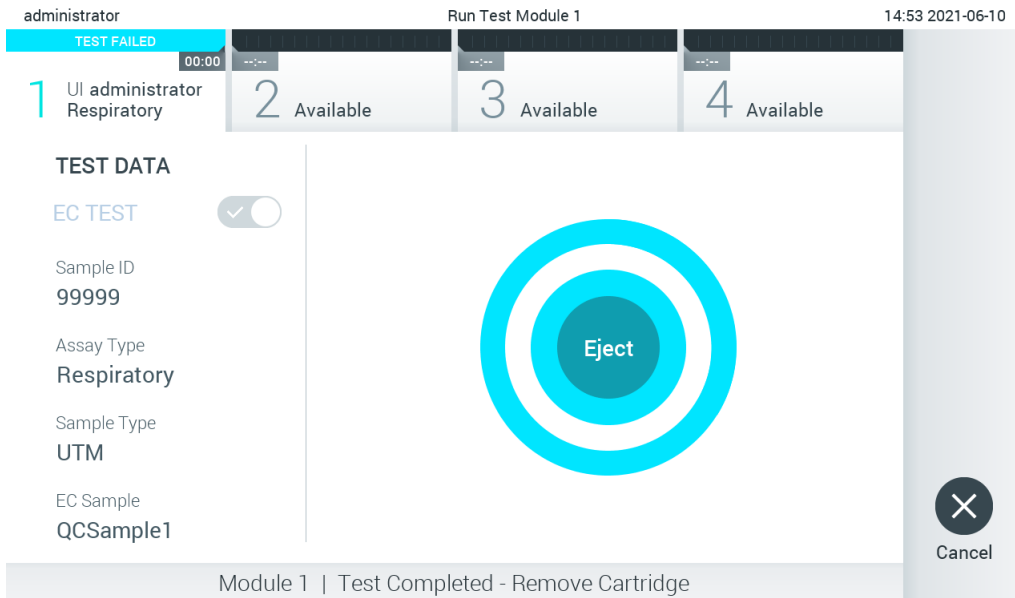

Figura 95. Exibição da tela Eject (Ejetar).
11. Após a conclusão da execução do teste, a tela Eject (Ejetar) é exibida (Figura 95, próxima página). Pressione  Eject (Ejetar) na tela sensível ao toque para remover o cartucho de ensaio QIAstat-Dx e descartá-lo como lixo perigoso em conformidade com todas as leis e regulamentos de saúde e segurança locais, estaduais e nacionais para resíduos perigosos.